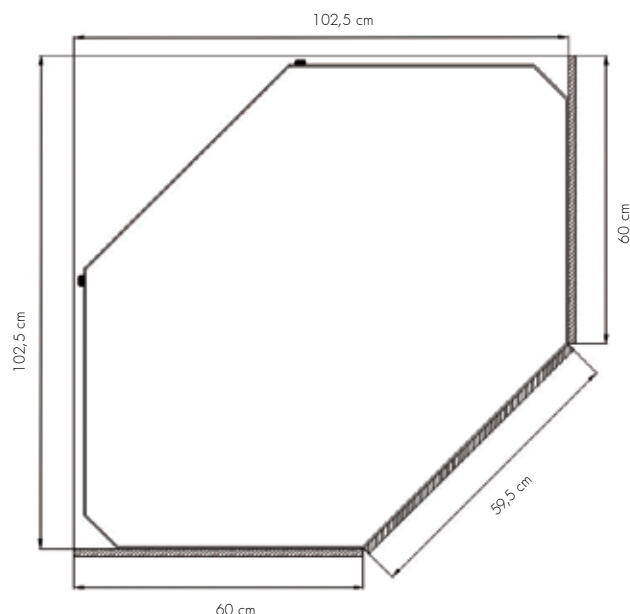

Fig 9
8.3. Integrering av kjølehjørne (se fig 9)